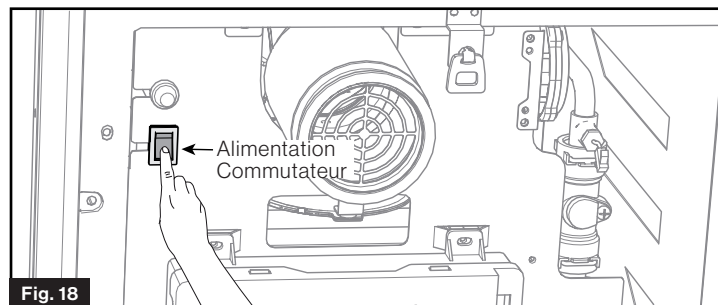
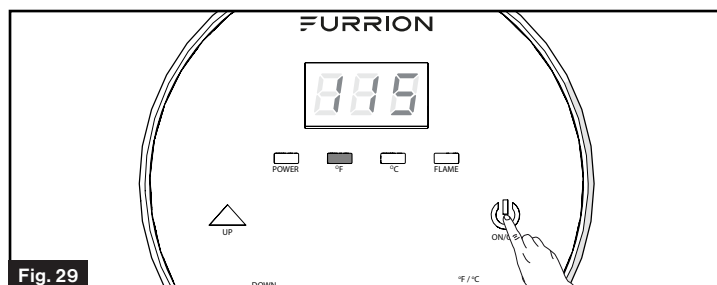

Fig. 18
Fig. 29
- Mettez le commutateur d'alimentation (Fig. 18) placé devant le chauffe-eau en position « OFF » (Arrêt).
1. Vérifiez si l'interrupteur d'alimentation du chauffe-eau est en position « OFF » (ARRÊT). (Fig. 18)
1. Vérifiez si l'interrupteur d'alimentation du chauffe-eau est en position « OFF » (ARRÊT) (Fig. 18).
- Vérifiez si le commutateur d'alimentation est en position « **OFF** » (Arrêt). (Fig. 18 de la page 8)
- Mettez le commutateur d'alimentation en position « **ON** » (Marche) (Fig. 18) et vérifiez si la commande murale est allumée. Si la commande murale n'est pas éclairée, appuyez sur le bouton  de la commande murale afin de l'éclairer. (Fig. 29) L'écran de la commande murale affiche le réglage de la température de l'eau chaude.